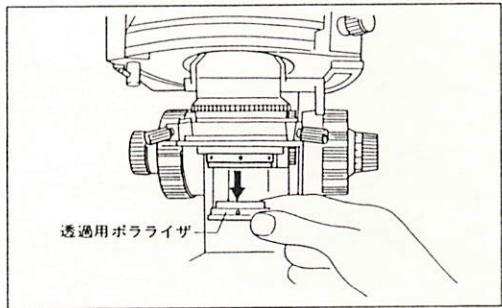

図 25
- 透過用ポラライザは360°回転することができます。必要に応じて、下側に引くことによりサブステージ部から取り外すことができます。（図25）